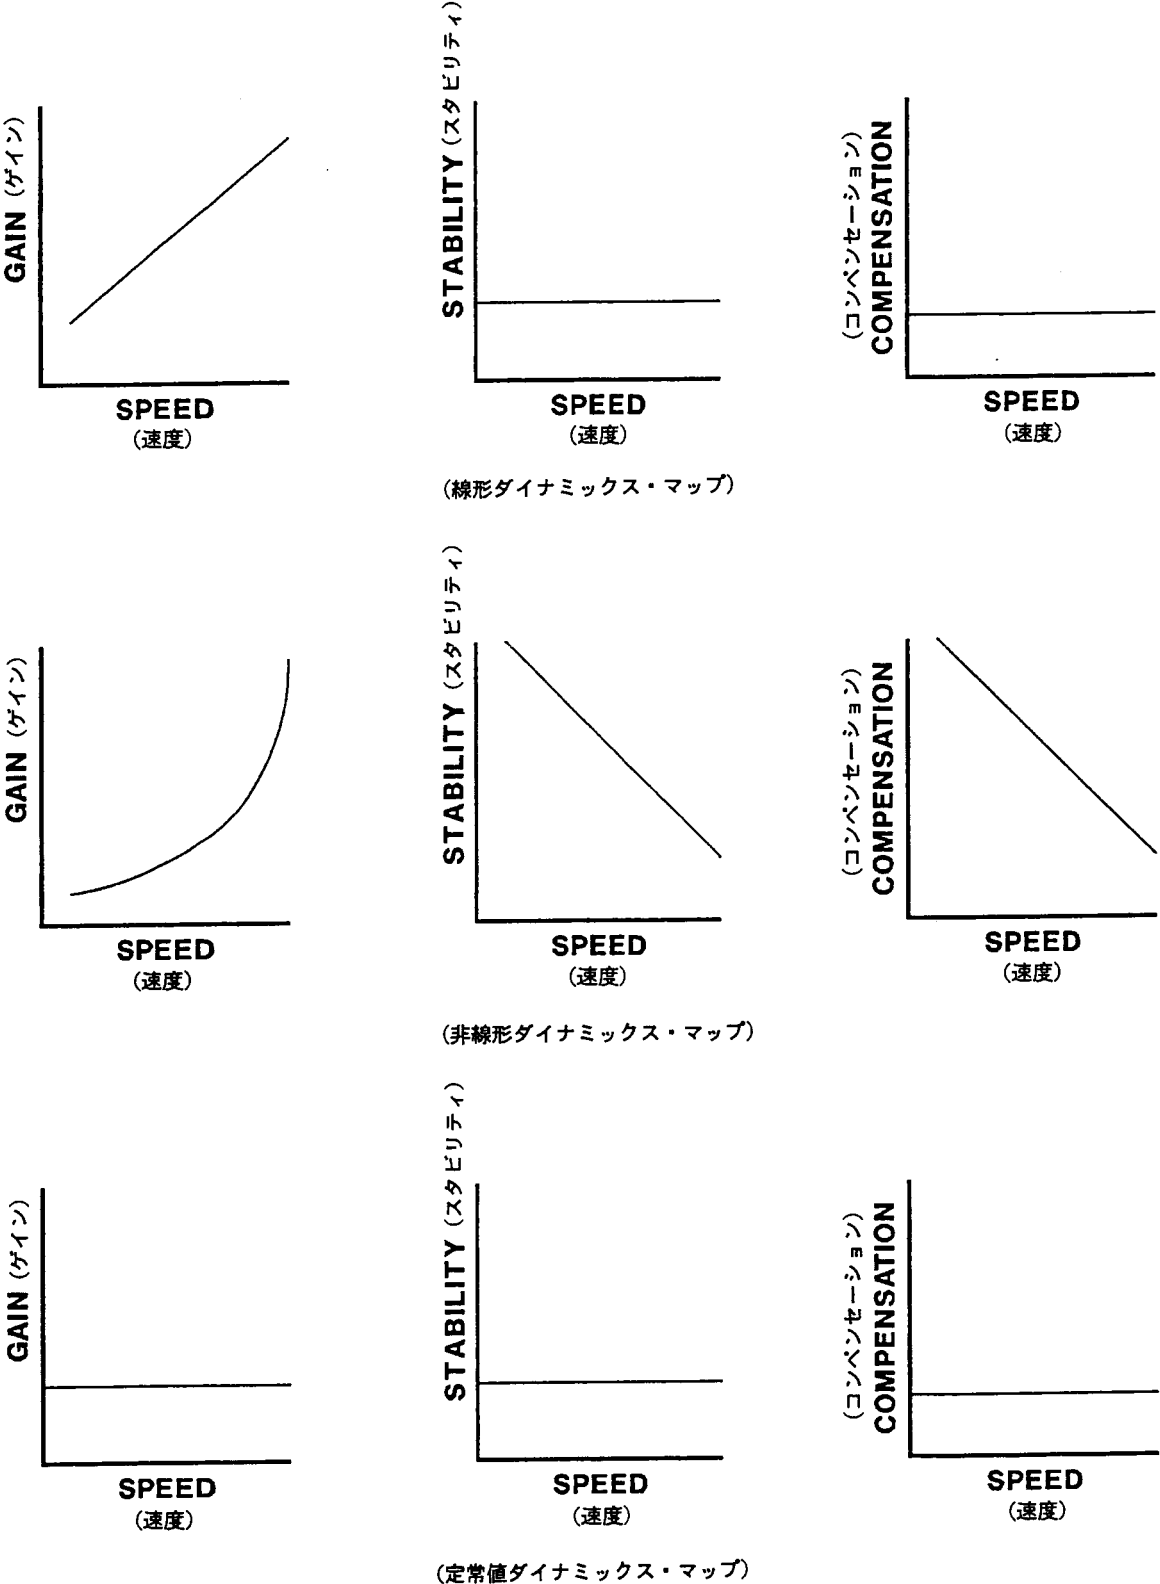

図4-7. ダイナミックス・マップのカーブ
6. Dynamics Map (ダイナミクス・マップ) は、エンジン速度の関数としてのダイナミクスをマップ (地図化) するために用いられるマッピング・アルゴリズムを選択します。図4-7は各々のマップに対するエンジン速度の動きとして、ダイナミクスがどのように変化するかを示しています。721制御機は線形、非線形、及び定常の3つのダイナミクスを提供します。